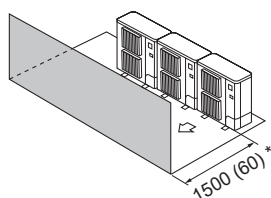

Fig. 2-14
- (3) Obstáculos sólo en la parte delantera (Fig. 2-14)